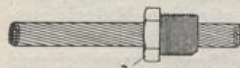

Fig. 2
1. Über die abgesägten Kabelenden werden die Muttern a und e geschoben. (Fig. 2.)